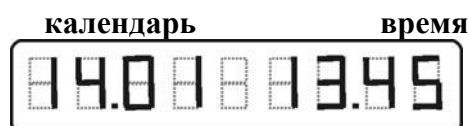

Рис. 2. Состояние индикатора при отсутствии вызова.
4.3. При отсутствии вызовов от абонентов на индикаторе пульта высвечиваются реальное время и дата (рисунок 2). Режим громкой связи выбирается клавишей [Громкая связь]. После снятия трубки или нажатия клавиши [Громкая связь] пульт переходит в режим набора номера абонента на цифровой клавиатуре.
4.4. При поступлении сигнала от абонента на индикаторе пульта появляется номер вызывающего абонента, его тип («П» или «С») и общее количество поступивших вызовов (рисунок 2а). Вызов дублируется мелодичным звонком на пульте. При наличии хотя бы одного вызова от кнопки тип поступившего звонка высвечивается буквой «С» (рисунок 2б). Снятие вызова осуществляется выключением кнопки вызова в палате.
Рис.2а. Состояние индикатора при вызове с трубки.
Рис.2б. Состояние индикатора при вызове с помощью кнопки вызова (КВ).
При поступлении сигнала вызова от других абонентов во время вызова или разговора звучит короткий тональный сигнал, и на индикаторе пульта отображается общее число абонентов, стоящих в очереди на соединение (рисунок 2а).